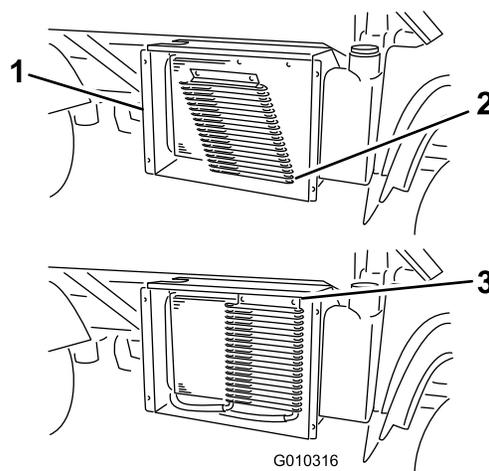

Рисунок 54
6. Поверните защелки (если они предусмотрены) и отведите от радиатора масляный охладитель (Рисунок 54).